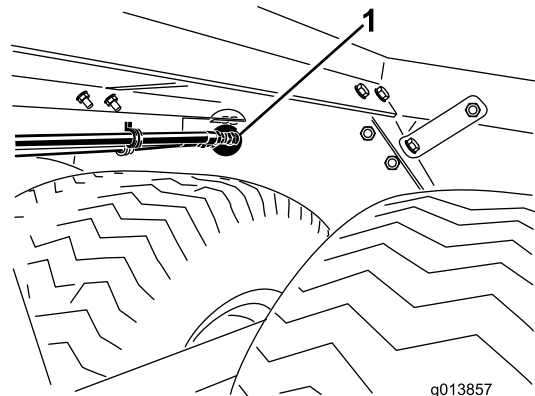

Figura 2
5. Asegúrese de que las conexiones de entrada y salida y el soporte de montaje de la guía de las mangueras caben limpiamente por los taladros redondos del tabique trasero del chasis de la ProPass (Figura 2).